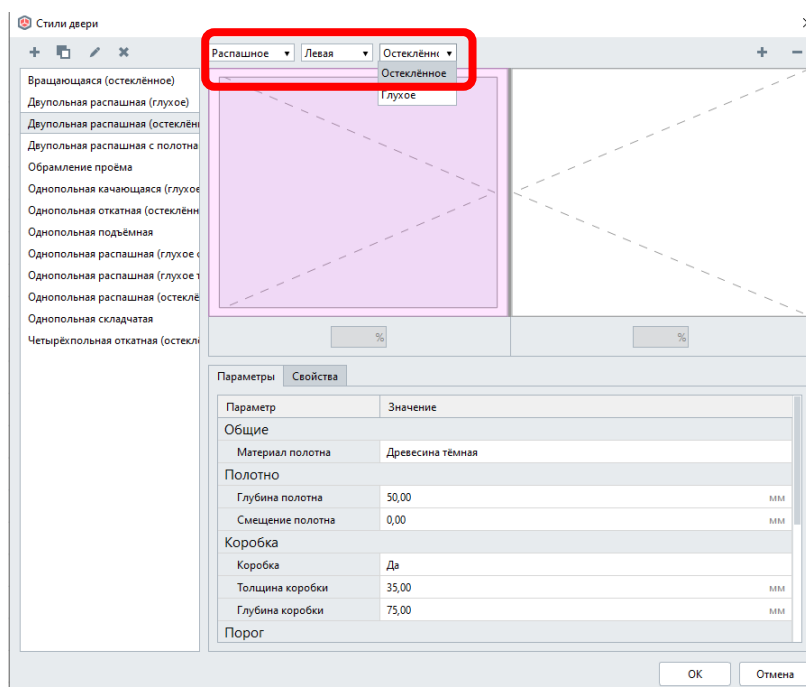

Рис. 2 Создание собственного стиля двери
3. Выберем инструмент **Дверь**. Зададим высоту двери - **2100 мм**, ширину – **1500 мм**. В списке **Стилей двери** выберем **Другой**: с левой стороны выбираем **Двупольная распашная (глухое)** и дублируем данный стиль . Называем новый стиль **Двупольная распашная (остеклённое)**. Далее щелкаем по левому полотну и выставляем следующие параметры (рис. 2). Для правого полотна делаем тоже самое, только меняем «левая» на «правая»